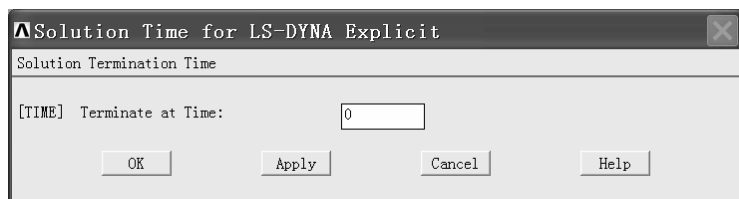

图 6-32 “Solution Time for LS-DYNA Explicit” 窗口
(1) 依次选择 Main Menu>Preprocessor>Solution>Time Controls>Solution Time，弹出“Solution Time for LS-DYNA Explicit”窗口（见图 6-32）。
(2) 在“Solution Time for LS-DYNA Explicit”窗口中“[TIME] Terminate at Time:”后的方框中输入“0.03”，然后单击该窗口中的“OK”按钮。